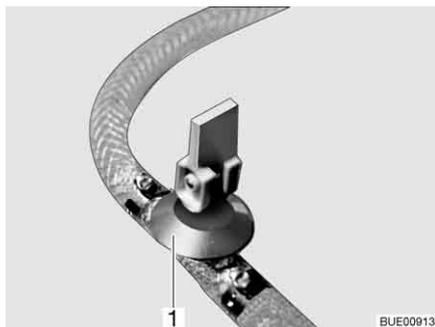
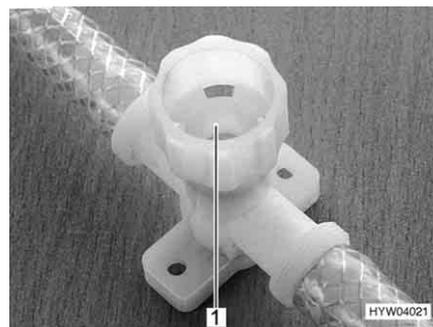

Fig. 235 Torneira de descarga (com alavanca basculante)
Fig. 236 Torneira de descarga (com tampa rotativa)
- Feche todas as torneiras de descarga. Para isso, coloque a alavanca basculante da torneira de descarga (Fig. 235,1) em posição horizontal ou gire a tampa da torneira de descarga (Fig. 236,1) no sentido dos ponteiros do relógio.